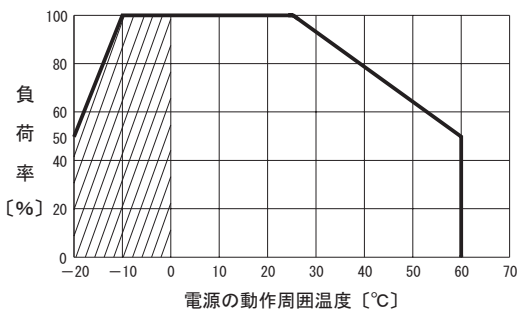
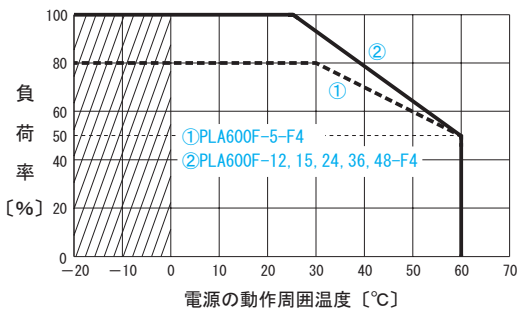

図 5.16 PLA300F 動作周囲温度によるディレーティング特性 (-F4)
図 5.17 PLA600F 動作周囲温度によるディレーティング特性 (-F4)
- 標準品との相違点は図 5.16, 図 5.17 の通りです。